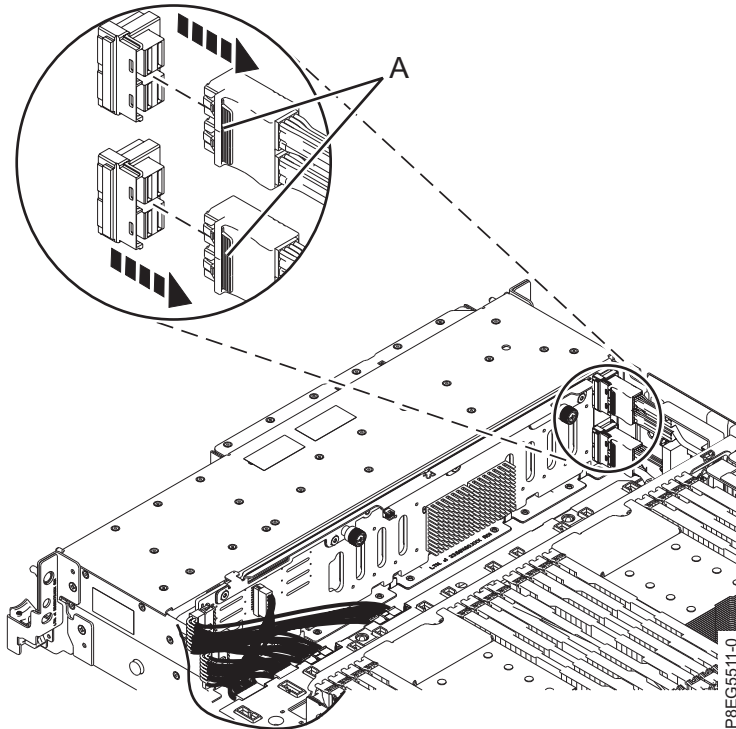

Figura 14. Desconexión de los cables SAS frontales
3. Etiquete los cables SAS frontales, prestando atención a los conectores a los que se conecta cada cable en la placa posterior de la unidad de disco y el adaptador interno SAS RAID. Desconecte los cables SAS frontales de la placa posterior de la unidad de disco presionando el pestillo (A) y desenchufando el cable, como se muestra en la Figura 14 en la página 18.